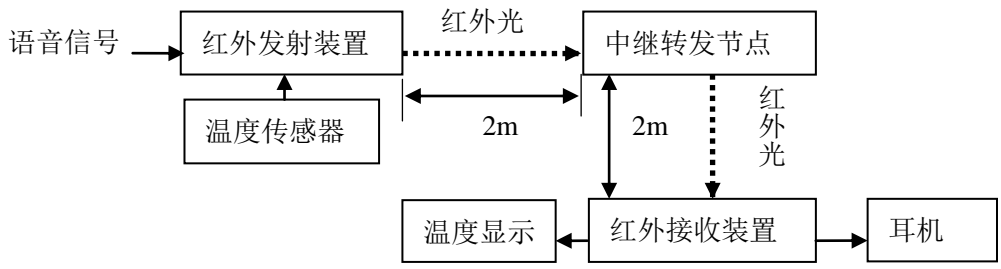

图 2 红外光通信中继转发装置方框图
- (2) 设计并制作一个红外光通信中继转发节点，以改变通信方向 90°，延长通信距离 2 m，如图 2 所示。语音通信质量要求同基本要求 (3)。